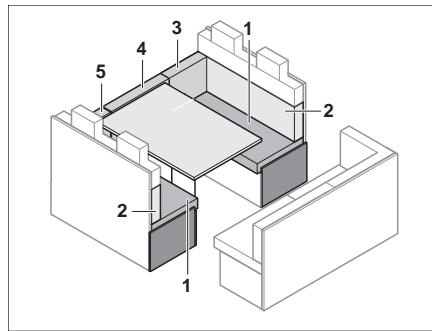

Bild 135 Före ombyggnaden
- Ta bort ryggdynorna (Bild 135,3,4 och 5) och lägg dem åt sidan.